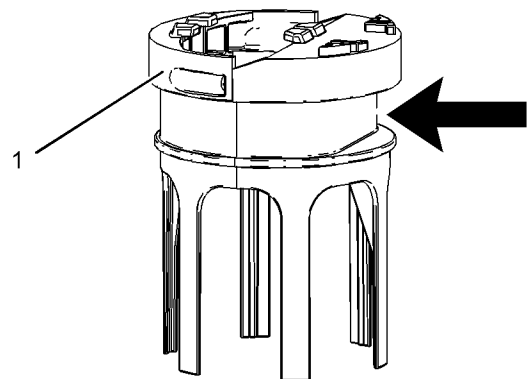

Abbildung 67
4. Den Saugfilter (4) an den Sicherungsnasen (5) packen und vom unteren Ende der Tankeinsatz-Heizschlange abziehen. Den Filter durch einen neuen Saugfilter ersetzen.
6. Die Bandschelle mit einem Anziehdrehmoment von $4,5 \pm 0,7 \text{ Nm}$ ($40 \pm 6 \text{ lb in}$) festziehen. Dabei sicherstellen, dass die Bandschelle wie in Abbildung 67 gezeigt mit der Abflachung am Filtersockel (1) ausgerichtet ist. Sicherstellen, dass der Filter beim Festziehen der Bandschelle nicht gequetscht wird.